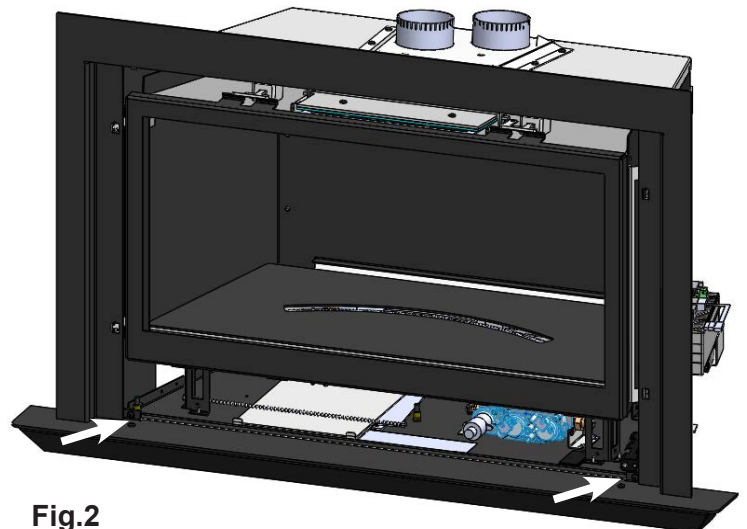

Fig.2
2. Centrez la base en angle à l'avant de l'encastable et alignez. Faire x2 trous de montage; une fois en place, fixez la base a l'encastable. (Fig.2)